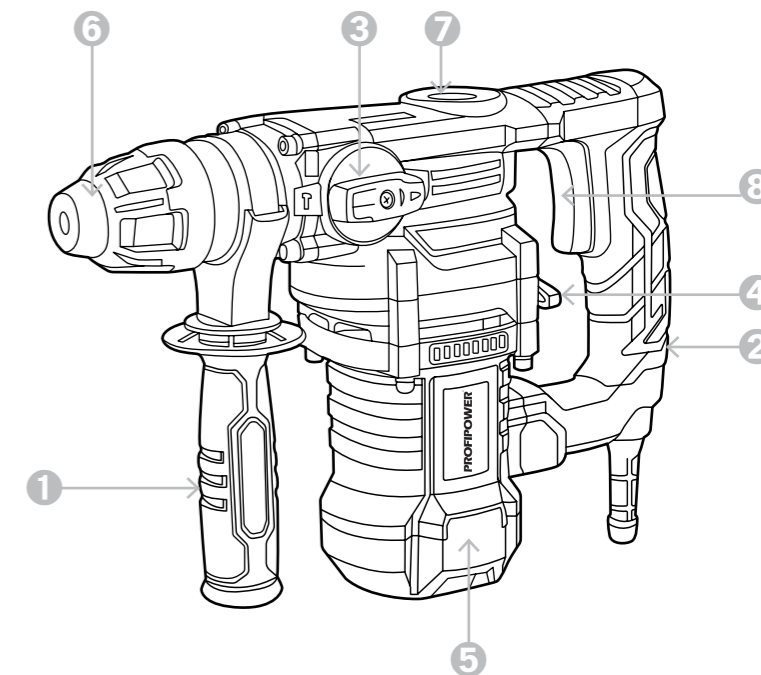

Рисунок 1.1. Устройство инструмента PBH26
**ВНИМАНИЕ!** Пользуйтесь электроинструментом только с дополнительной рукояткой «1» (рисунок 1.1.). Дополнительную рукоятку «1» можно повернуть в любое положение для удобства контроля инструмента и безопасной работы.
① Поверните по оси ручку дополнительной рукоятки «1» против часовой стрелке и установите ее в нужную позицию.
② Затем крепко затяните ручку дополнительной рукоятки «1» по часовой стрелке.
- 1 Для включения электроинструмента нажмите выключатель «8» (рисунок 1.1.) и держите его нажатым.
**ВНИМАНИЕ!** Изменяйте режим работы только при выключенном электроинструменте! В противном случае электроинструмент может быть поврежден. Перфоратор имеет три режима: сверление без удара, сверление с ударом, выбор поворота оснастки. Переключателями режимов «3», «4» (рисунок 1.1.) выберите режим работы электроинструмента в соответствии с Таблицей 4.